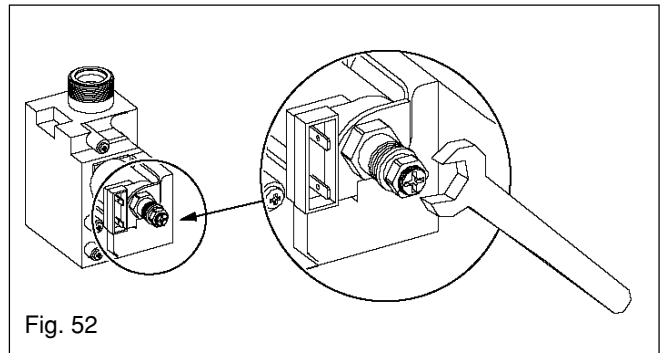

Fig. 52
7.3.1 SETTING THE MAXIMUM BURNER PRESSURE (see fig. 52)